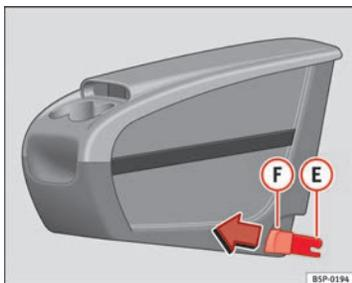
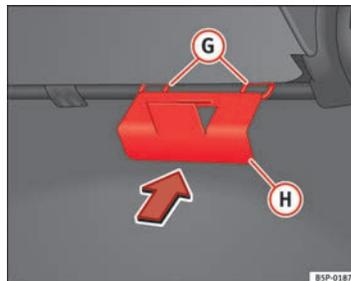

Fig. 112 Portaobjetos móvil. Montaje
Fig. 113 Placa de fijación del portaobjetos móvil
- Coloque desde el interior del vehículo, la placa de fijación **H** ⇒ fig. 113 del portaobjetos móvil, por la parte posterior del asiento. Debe estar situada entre el respaldo y el cojín, en la zona de la plaza central.
- Encare las dos piezas de fijación **(E)** ⇒ fig. 112, con las dos anillas de fijación **(G)** ⇒ fig. 113 y presione con fuerza hasta que las dos pinzas clipen totalmente con las anillas.
- Tire de cada uno de los botones ⇒ fig. 112 **(F)** de las pinzas (botones rojos) hacia delante, hasta oír que ha desclipado.